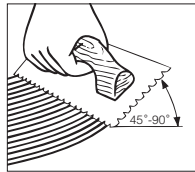

Figura 7
- Sostenga la llana a un ángulo mínimo de 45° (Figura 7) firmemente contra la base para obtener un índice de distribución de 40–60 pies cuadrados (4–5.5 metros cuadrados) por galón. La llana deja resaltes de adhesivo y muy poco adhesivo entre los resaltes. Esto aún le permitirá ver los cordales entizados entre los resaltes y obtener el índice de distribución recomendado.